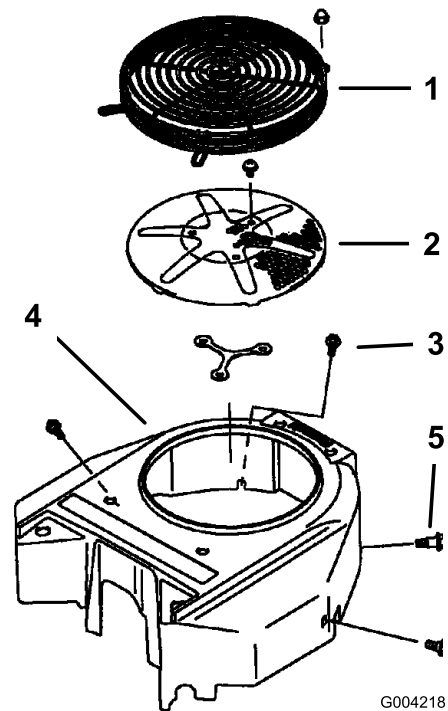

Figure 76
5. Remettez la grille d'entrée d'air, le lanceur et le carter du ventilateur (Figure 76).
Avant chaque utilisation, enlevez l'herbe, les saletés et autres débris éventuellement accumulés sur la grille du moteur. Cela permet d'assurer un refroidissement et un régime moteur corrects, et réduit les risques de surchauffe et de dommages mécaniques du moteur (Figure 76).
3. Déposez la grille d'entrée d'air, le lanceur et le carter du ventilateur (Figure 76).